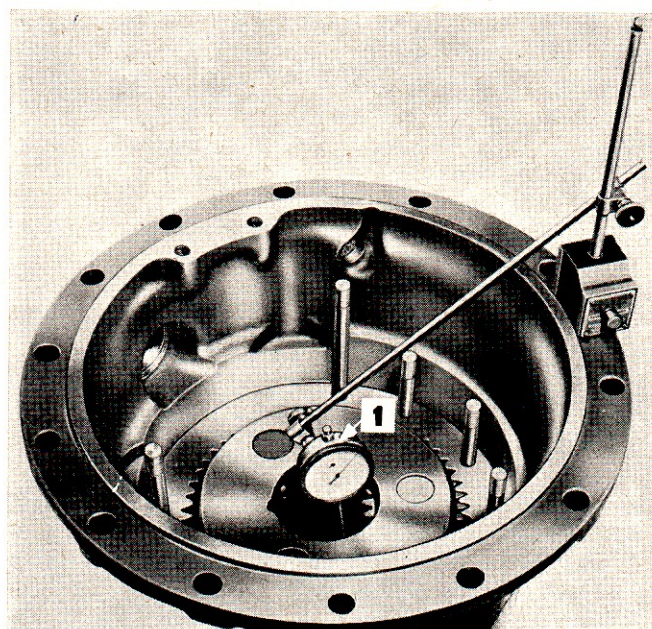

Figure 48: Contrôle de la précharge d'un roulement d'arbre de roue
- Monter un comparateur comme représenté Figure 48. On utilisera une extension sur le doigt du comparateur pour pouvoir effectuer la lecture sur la tête du ou des boulons d'arbre de roue.